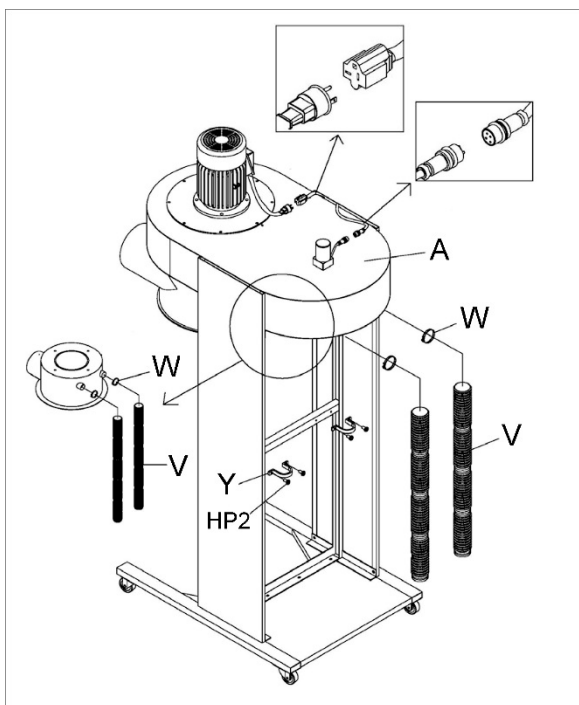

Рисунок 11
18. Установите шланги (V, Рис. 11) на два отверстия на корпусе основного узла (A) и закрепите их хомутами (W).
19. Поместите шланги (V) в держатели (Y) и закрепите их на раме с помощью винтов с цилиндрической головкой (HP2).